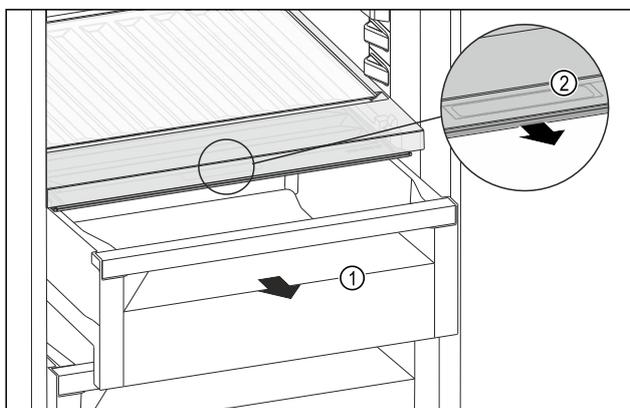

Fig. 107
- Retirer le tiroir Fig. 107 (1).
- Saisir la poignée encastrée Fig. 107 (2) du couvercle du compartiment et tirer le couvercle du compartiment par l'avant.